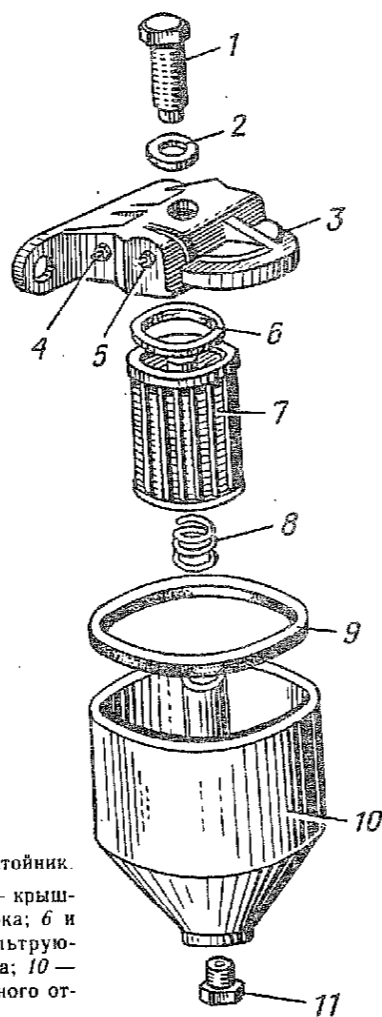

Рис. 113. Топливный отстойник.
1.1. Вывернуть пробку 11 (рис. 113) сливного отверстия и слить топливо (ключ 14, емкость для слива топлива).
3.1. Установить в корпус 10 (рис. 113) топливного отстойника пружину 8, фильтрующий элемент 7, прокладки 6 и 9.